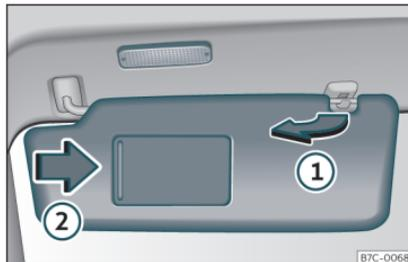

Fig. 100 Alette parasole.
- L'aletta parasole può essere staccata dal supporto e orientata verso la porta >>> fig. 100 ①.